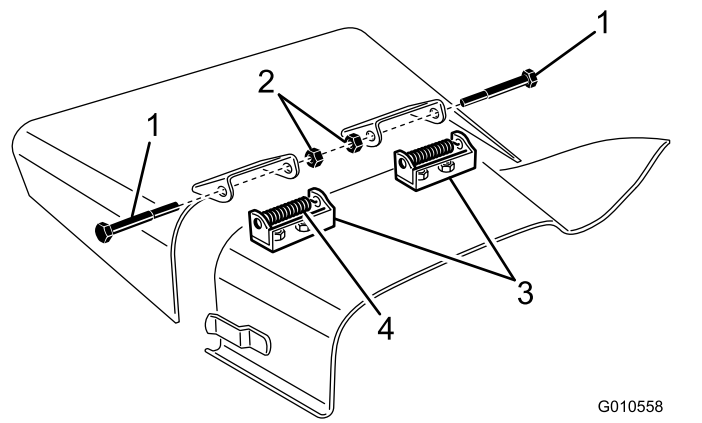

Bild 31
4. Entfernen Sie die zwei Kopfschrauben, Sicherungsmuttern und Federn, mit denen die Befestigungen des Ablenkblechs an den Schwenkhalterungen befestigt sind (Bild 31).
5. Entfernen Sie die Schlosssschrauben und die Muttern, um die Schwenkhalterung abzunehmen (Bild 31).